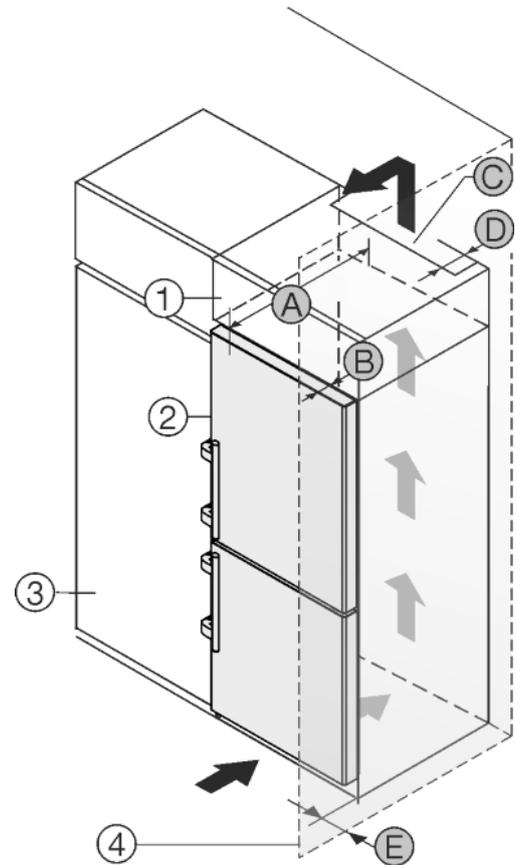

Fig. 47
L'appareil peut être réagencé avec des buffets de cuisine. Pour adapter l'appareil Fig. 47 (2) à la hauteur du coin cuisine, une rehausse Fig. 47 (1) peut être posée sur l'appareil.
L'appareil peut être installé directement à côté du buffet de cuisine Fig. 47 (3). Pour pouvoir ouvrir complètement les portes, l'appareil doit déborder de la profondeur Fig. 47 (B) par rapport à la façade du buffet. L'appareil peut déborder encore plus en fonction de la profondeur des buffets et de l'utilisation de cales d'épaisseur.
- Une sortie d'air avec la profondeur Fig. 47 (D) doit être présente au dos de la rehausse sur toute sa largeur.
- La section de ventilation Fig. 47 (C) sous plafond doit être respectée.
Si l'appareil avec les charnières est installé près d'une paroi Fig. 47 (4), la distance Fig. 47 (E) entre l'appareil et la paroi doit être respectée. Ceci correspond à la saillie de la poignée avec la porte ouverte.